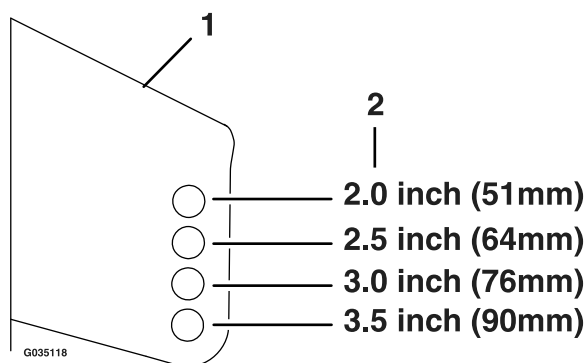

Figure 29
6. Placez les galets dans l'une des positions illustrées à la Figure 29. Les galets maintiennent une garde au sol de 19 mm ($\frac{3}{4}$ po) qui minimise les traces profondes dans le gazon ainsi que l'usure et l'endommagement des galets.